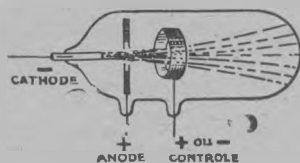

Fig. 3. — L'électrode annulaire accélère ou retarde les électrons.
- On peut accélérer sa marche en mettant sur son trajet une électrode positive percée de trous (grille) ou tubulaire (fig. 3). On la retarde en